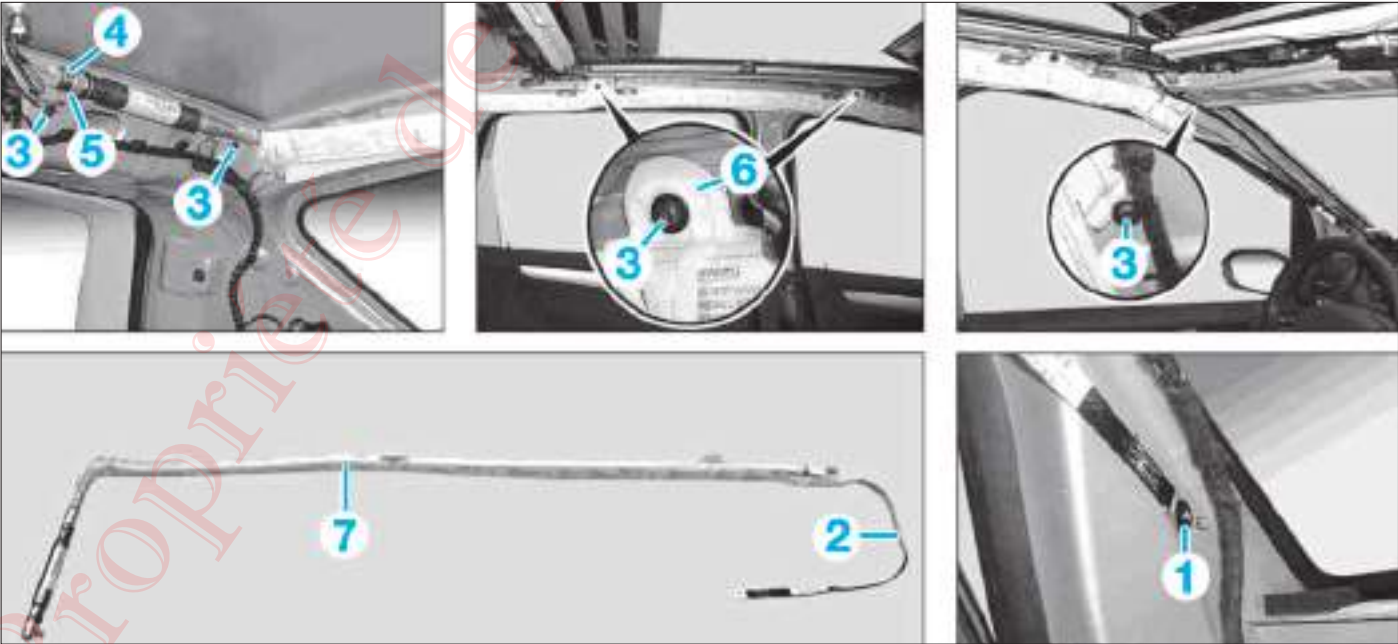

FIG. 9
- Sur le pied avant, déposer l'agrafe (1) et retirer la bride (2) (Fig.9).
- Déposer les vis (3).
- Déverrouiller puis débrancher le connecteur électrique (4).
- Sortir le collier (5) vers le haut du cadre de toit.
- Dégrafer les supports (6).
- Sortir l'airbag rideau (7) de l'habitacle.